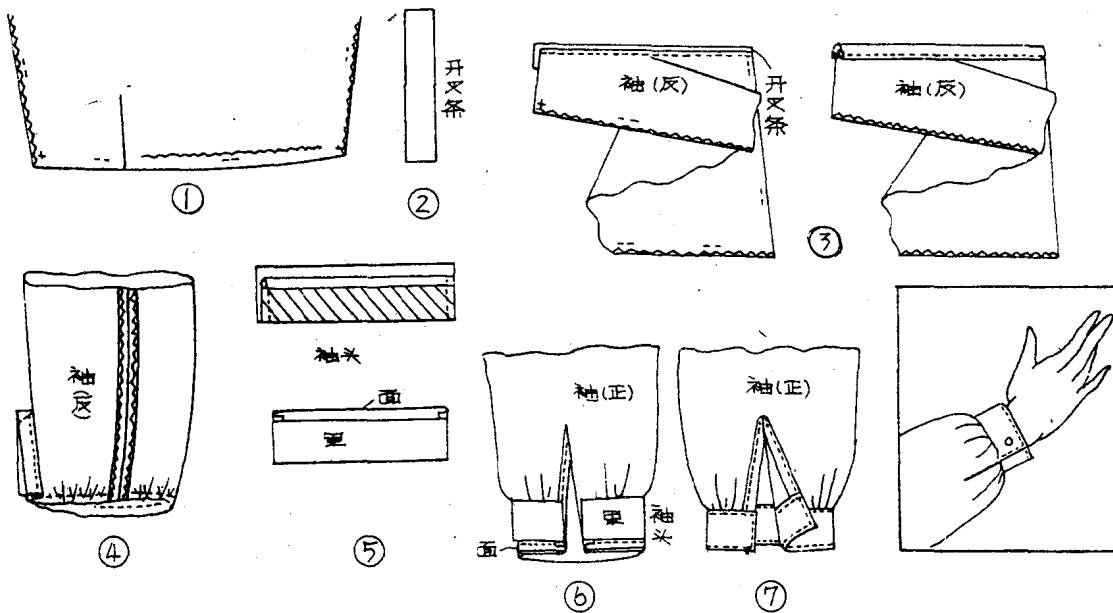
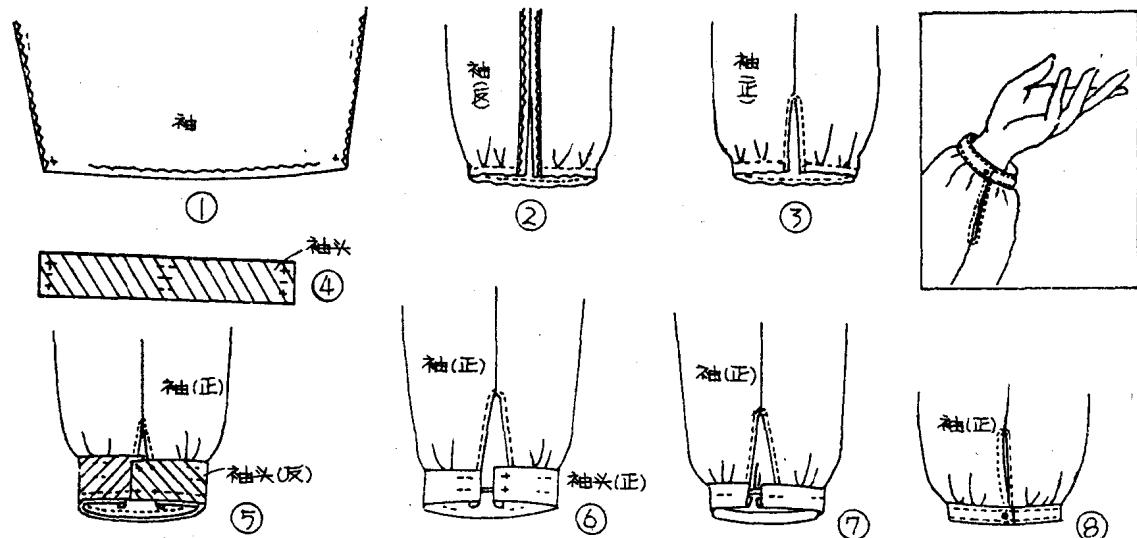

图1-20
图1-21
**制做方法(二) :见图1-20 (系列演示图(1)-(7))**
- (1)袖口开衩线剪开。
- (2)开衩条。
- (3)将开衩拉直与袖开衩条车缝，开衩条翻折扣好，沿边线缉缝，距边0.1cm。
- (4)合袖缝，袖口抽碎褶，封折开衩条。
- (5)袖头粘胶衬，做袖头。
- (6)袖子与袖头缝合。
- (7)袖头缉压明线。
**制做方法(三) :见图1-21 (系列演示图(1)-(8))**
- (1)袖口抽碎褶。
- (2)合袖缝，缝至予留袖开衩位上。
- (3)沿袖开衩位缉缝明线。
- (4)袖头粘胶衬。
- (5)袖头与袖口缝合。